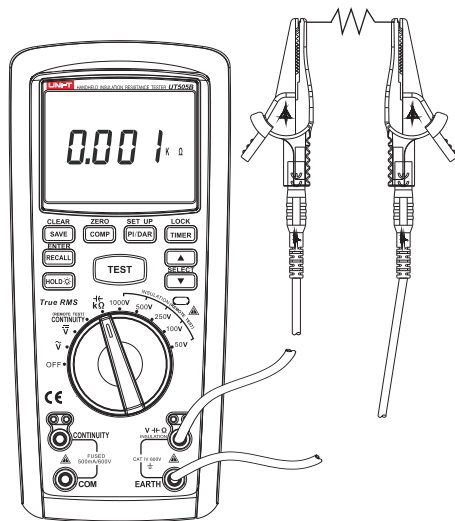

图7
4.1电阻测量(见图7)
- ① 将红色表笔插入"V"插孔(红色孔), 黑色表笔插入"EARTH" 插孔(黑色孔)。
- ② 将转盘开关旋转至"KΩ/⊞"将表笔并联到被测电阻二端上。
- ③ 从显示屏上即可读出当前的电阻测量值。
- ④ 在测量过程中如果想保存测量电阻值只需按下 "SAVE/CLEAR" 按键即可保存。